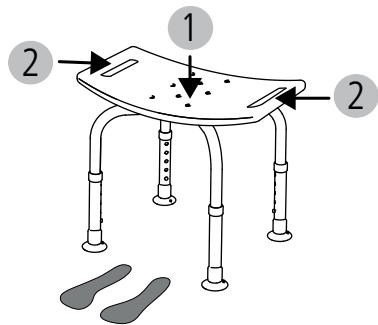

Abb. 5
1. Das Produkt kann in der Höhe in 6 Stufen angepasst werden. Dafür die Federknöpfe an den Teleskopbeinen hinein drücken (Abb. 5, 1).
2. Die Teleskopbeine auf die gewünschte Länge einstellen (Abb. 5, 2), bis der Federkopf wieder aus dem Loch austritt und arretiert (Abb. 5, 3).
1. Bevor Sie das Produkt anheben müssen alle Saugfüße vom Boden gelöst werden. Dafür ziehen Sie an der Nase des Saugfußes (Abb. 5, 3).